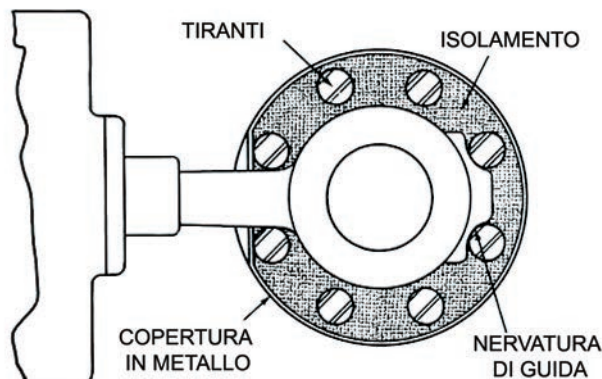

Figura 2
5. Nei casi in cui è necessario l'isolamento della valvola, non isolare il bonnet della valvola. La Figura 2 mostra un metodo consigliato per l'isolamento.